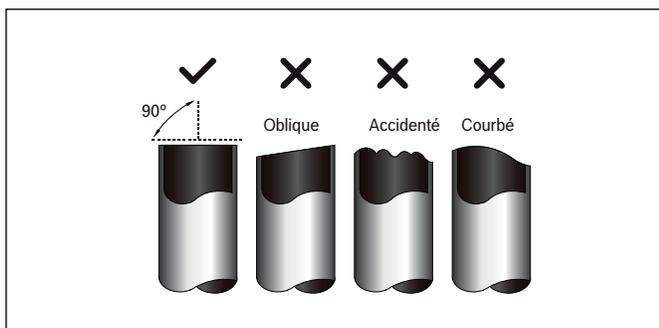

Figure 12
3. Assurez-vous que le tube est coupé selon un angle parfait de 90°. Voir les exemples de coupes à la fig. 12.